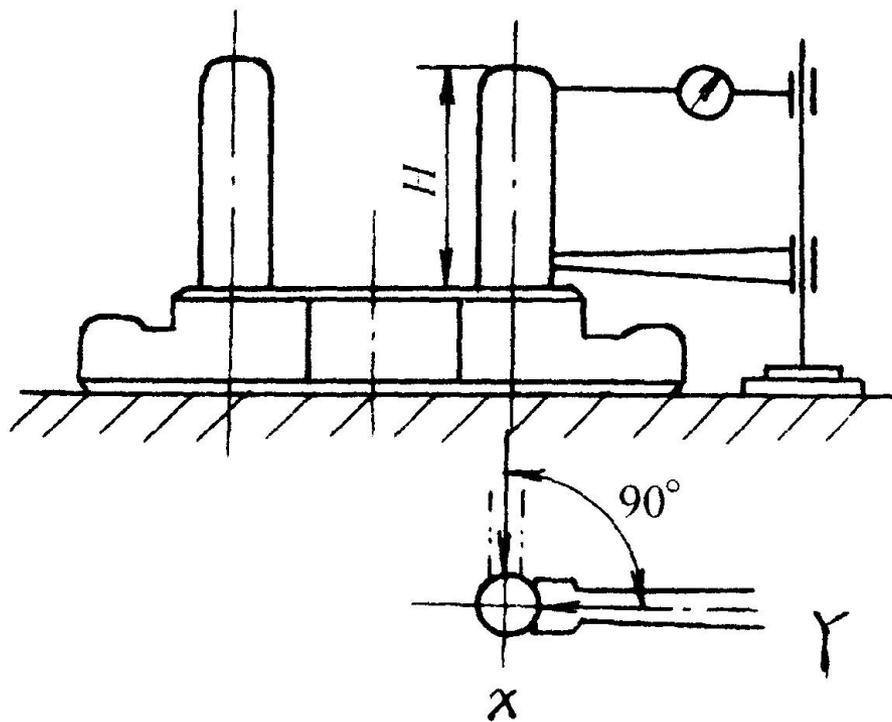

图2-44
- 3) 读百分表的最大、最小读数差即为导柱的在图 2-44 示两个方向的垂直度误差 Δx 、 Δy